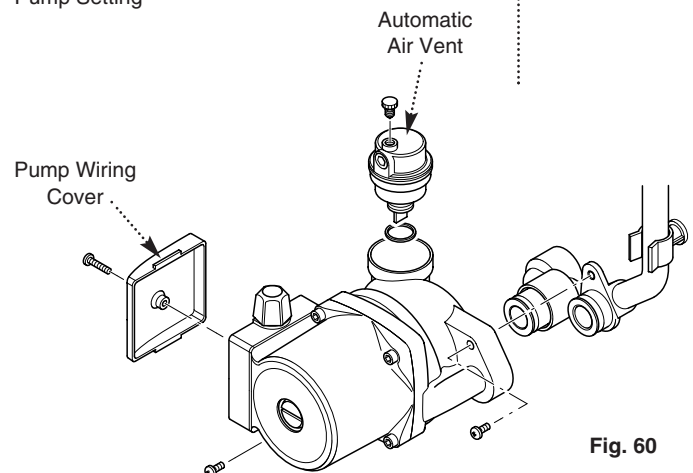

Fig. 60
12.13 Automatic Air Vent (Fig. 60)